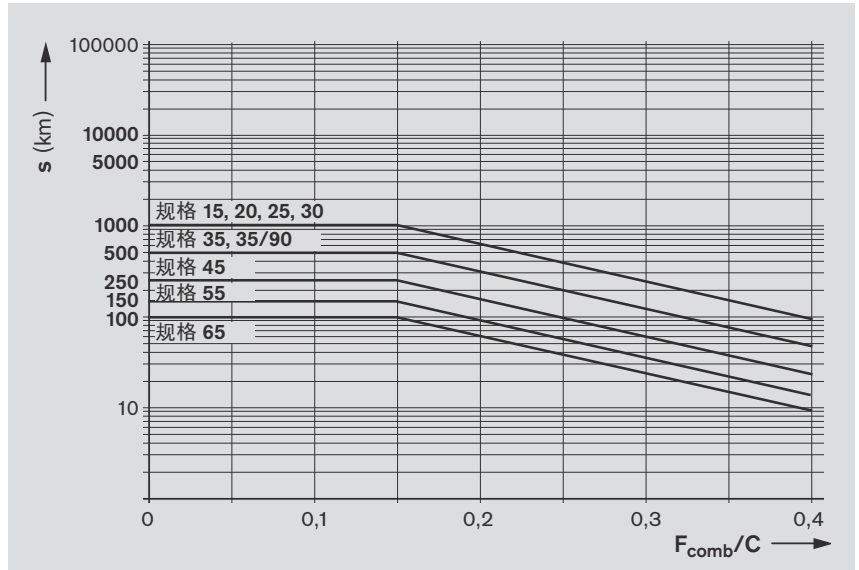

图 1
- 当达到图 1 或 2 或 247 规定的补充润滑周期时，请根据表 3 的润滑量进行补充润滑。
- 当达到图 1 或 2 或 247 规定的补充润滑周期时，按表 4 的分量给每个润滑接口补充润滑。